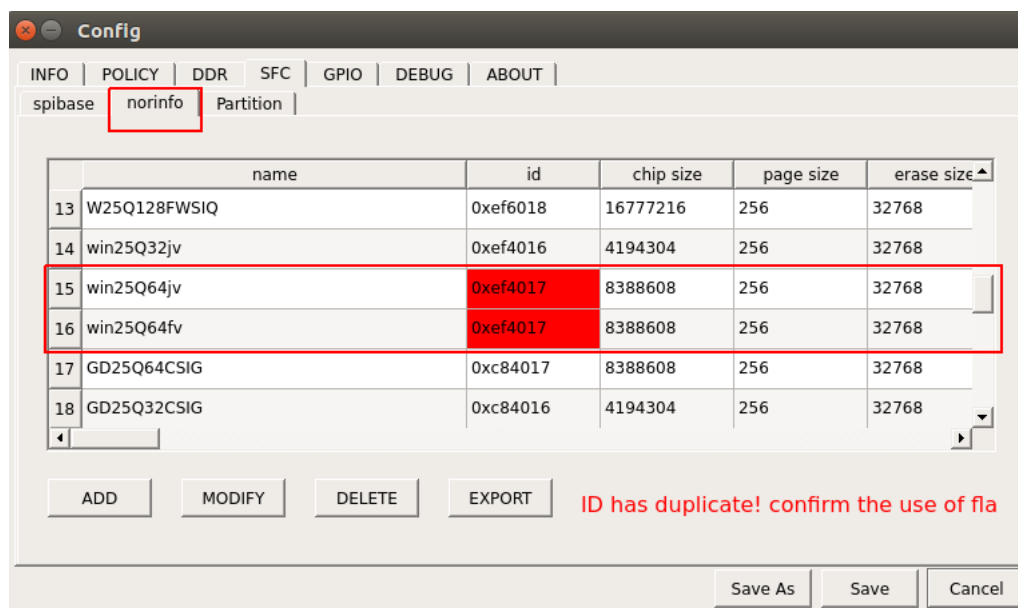

图 3-7
3、SFC 配置，由于烧录工具支持的 flash 种类较多，在进行烧写前需要根据板载的 nor flash 的型号解决 ID 冲突的问题。点击 norinfo，根据 name 查找到对应板载 nor flash 的 ID 并浏览是否有标红冲突的，如果有冲突择将其他的删除。配置界面参考图 3-7。